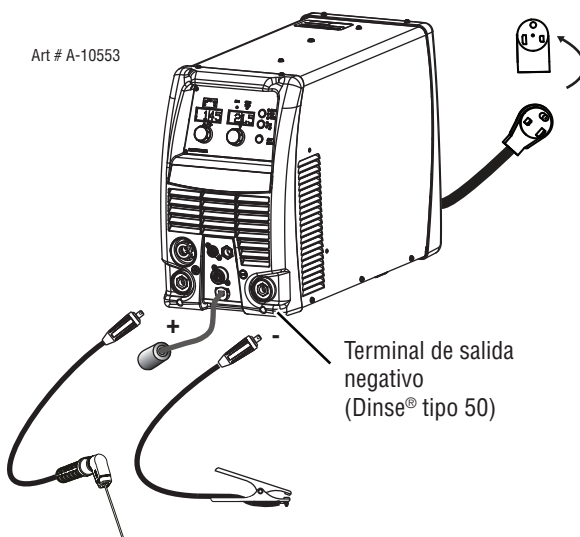

Figura 3-24: Configuración según la polaridad inversa de soldadura STICK mostrada.
2. Conecte los cables del STICK y de la pieza de trabajo como se muestra en la figura 3-24.